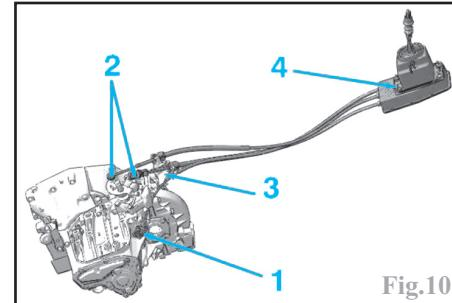

Fig.10
Par le passage de roue gauche, déposer la vis de fixation (1) du câble de marche arrière et le dégager (Fig.10).
-désaccoupler les câbles de sélection et de passage des vitesses (2), en utilisant un levier approprié (outil Peugeot 0216-G1) (Fig.10).